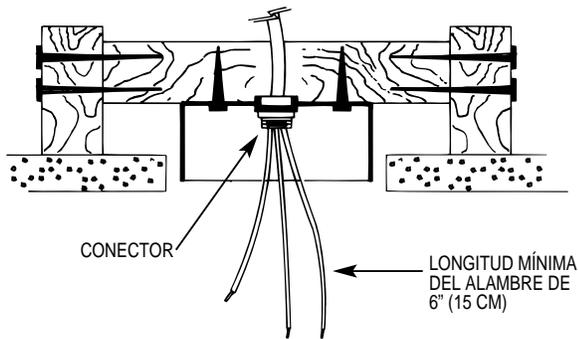

FIGURA 3. Cableado de la caja de conexiones
B. Coloque el cable eléctrico dentro de la caja y asegúrelo con un conector aprobado. Asegúrese que el cableado satisfice todos los códigos eléctricos locales y nacionales. Los alambres se deben extender por lo menos 6" (15 cm) fuera de la caja para hacer más fáciles las conexiones. Vea la Figura 3.